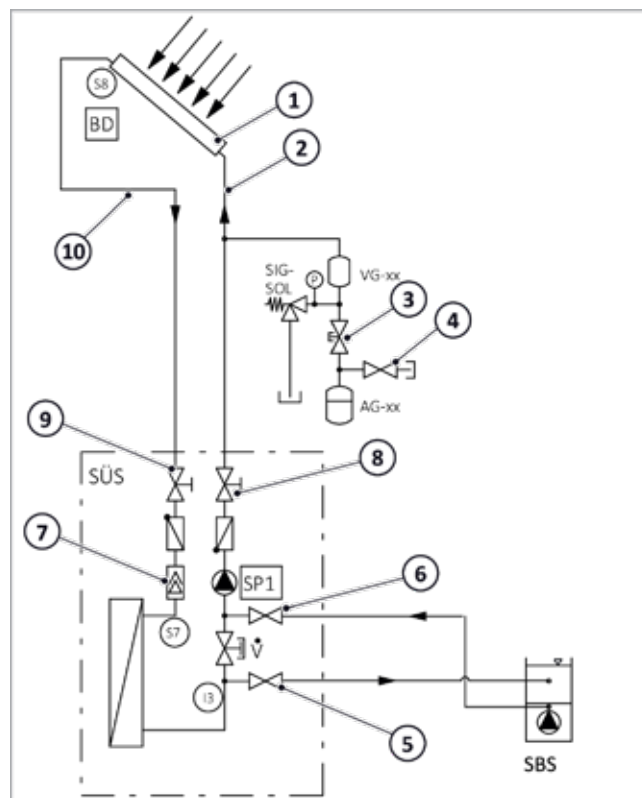

Fig. 21: Estación de transferencia de calor solar: Lavar el ramal de la bomba
- Tras llenar de nuevo el circuito solar se generan durante el funcionamiento gases que se acumulan en el separador de aire de la estación → fig. 21, p. 20 (7). Esta generación de gases se reduce a medida que aumenta el tiempo de funcionamiento de la instalación. De ahí que durante los primeros días tras la puesta en funcionamiento se debe purgar diariamente el separador de aire y comprobar la presión de la instalación. Posteriormente solo será necesario en función de la cantidad de aire separada.
6. Purgue el separador de aire de la estación → fig. 21, pág. 20 (7) con el purgador de aire manual.
- Tras llenar de nuevo el circuito solar se generan durante el funcionamiento gases que se acumulan en el separador de aire de la estación → *fig. 21, p. 20 (7)*. Esta generación de gases se reduce a medida que aumenta el tiempo de funcionamiento de la instalación. De ahí que durante los primeros días tras la puesta en funcionamiento se debe purgar diariamente el separador de aire y comprobar la presión de la instalación. Posteriormente solo será necesario en función de la cantidad de aire separada.
1. Cierre la válvula con tapa (7, véase $\rightarrow$ fig. 21, p. 20) en el depósito de expansión solar (marca horizontal).